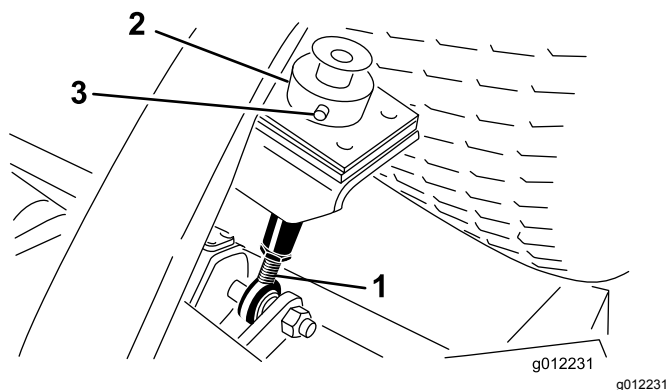
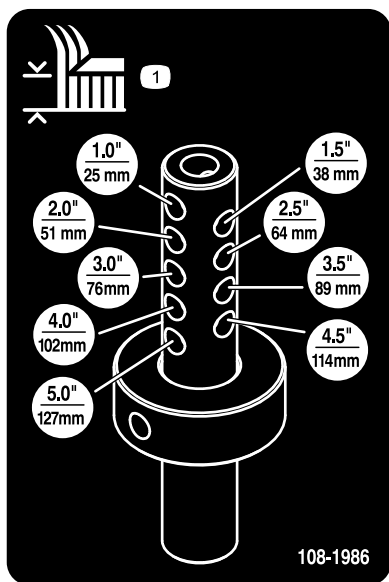

Figure 8
Figure 9
5. Retirez la goupille fendue et l'axe de chape qui fixent la bague de hauteur de coupe à la tige de réglage de hauteur de coupe à l'arrière de l'unité de coupe (Figure 8).
6. Alignez la bague de hauteur de coupe avec les trous corrects de la tige de réglage de hauteur de coupe (Figure 8 et Figure 9).